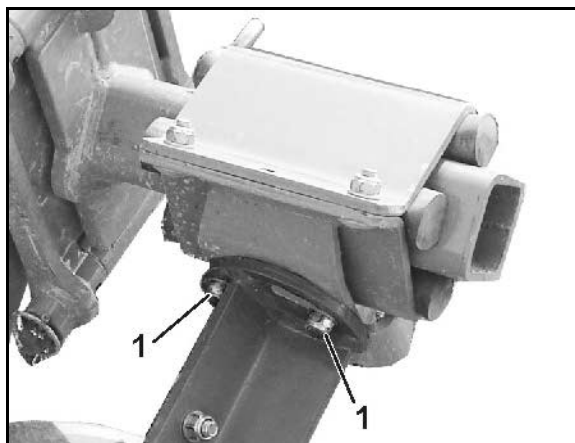

Fig. 33
2. Desserrez les 3 raccords à vis (Fig. 33/1).